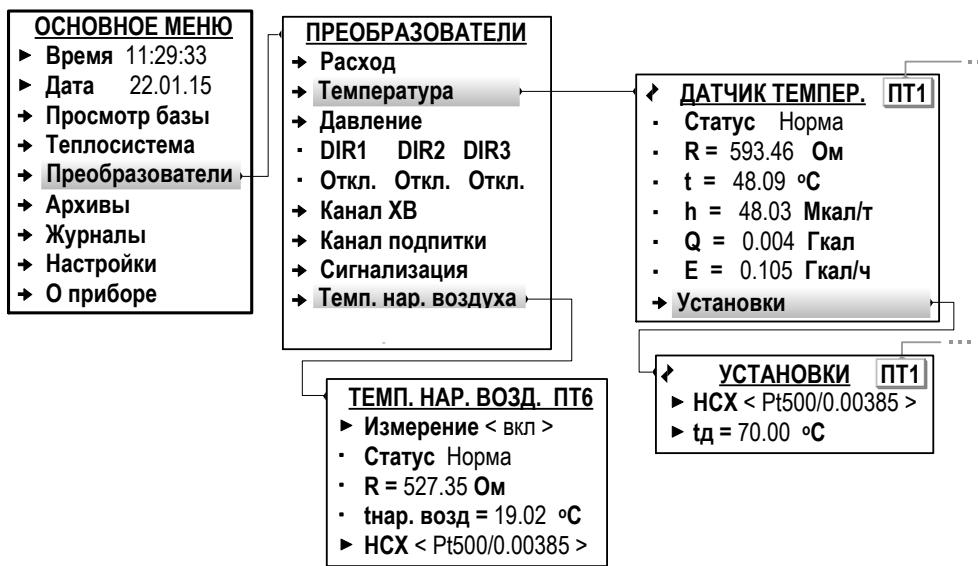

Рис.29. Вид меню настройки ПТ (режим СЕРВИС).
- 7.5.4.2. Настройка параметров входов для подключения преобразователей температуры выполняется в меню **Преобразователи / Температура / Установки** (рис.29).
7.5.4.3. Программное подключение датчика температуры наружного воздуха выполняется в меню **Преобразователи / Темп. нар. воздуха** (рис.29): для параметра **Измерение** устанавливается значение **вкл**. После чего обеспечивается доступ к его установочным параметрам.